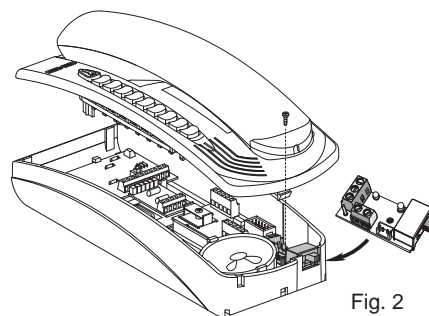

Fig. 2
- Inserire la scheda nell'apposito alloggiamento e fissarla con la vite in dotazione (Fig. 2)
- Insert the card in its seat and fix it with the screw supplied (Fig. 2)
- Insérer la carte à l'emplacement prévu à cet effet et la fixer avec la vis en dotation (Fig. 2)
- Introducir la tarjeta en su alojamiento y fijarla con el tornillo en dotación (fig. 2).
- Die Karte in ihre Aufnahme einsetzen und mit der beigegebenen Schraube befestigen (Abb. 2).